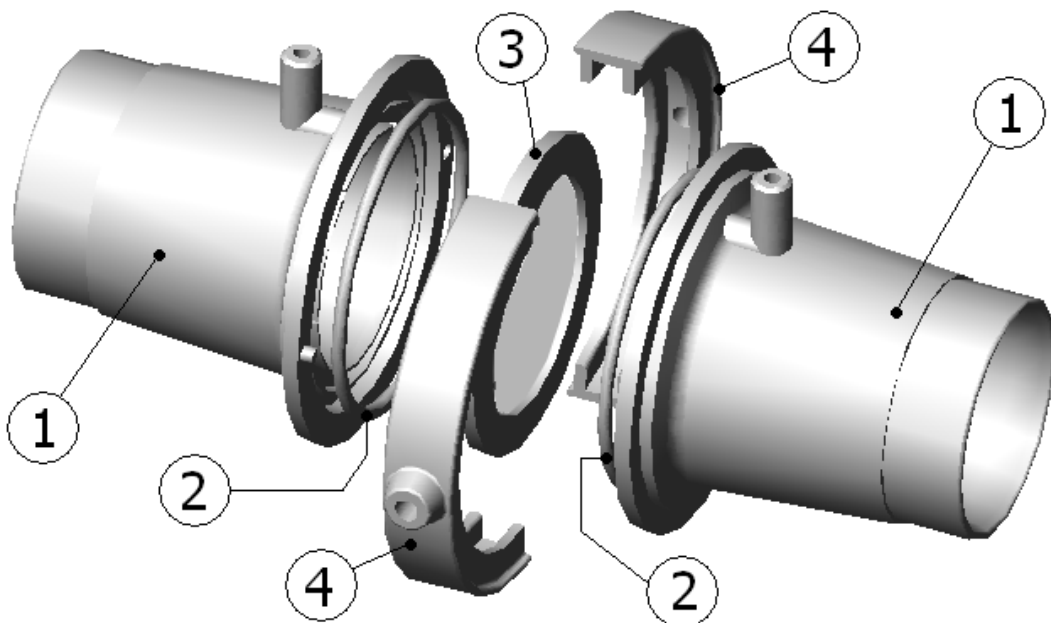

Рис. 2
3. Соберите преобразователь потока. Этот узел (рис. 2) состоит из двух половин корпуса (фланцев) (поз. 1), резиновых уплотнительных колец (поз. 2), сменной сетки (поз. 3) и двух полуколец (поз. 4).